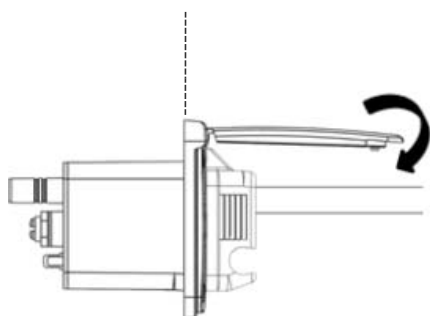

Fig. 4
- Fig. 4 Securing EP1612 & EP1312 plug